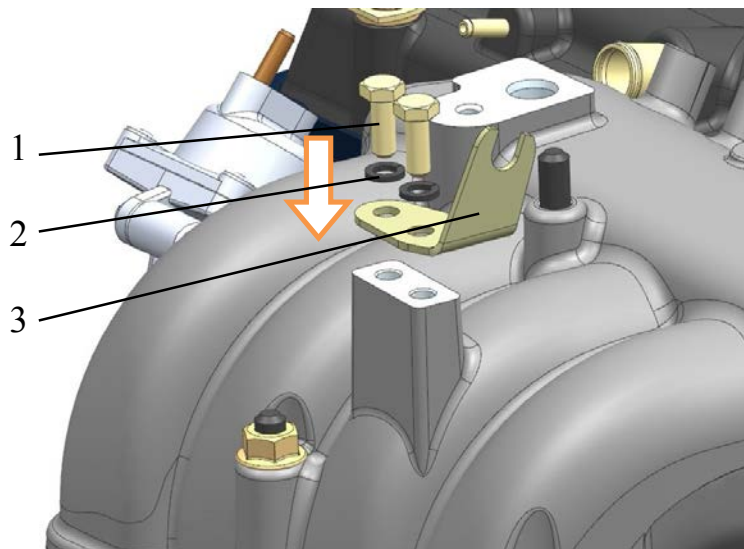

Рис.196. Установка кронштейна наконечника троса:
1. Установить кронштейн 3 (рис.196) наконечника троса на ресивер и закрепить, завернув два болта 1 с пружинными шайбами 2 моментом 5,9...7,8 Н·м (0,6...0,8 кгс·м).